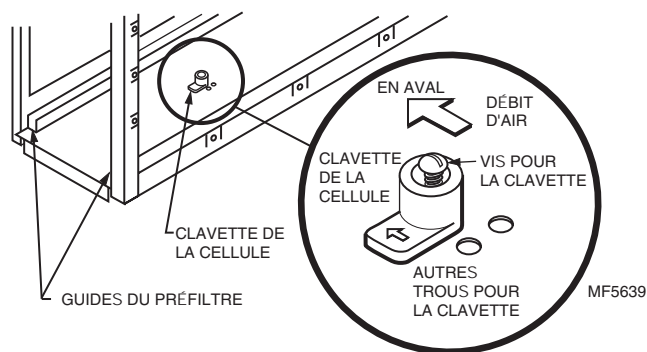

Fig. 7. La position de la clavette de la cellule détermine l'orientation de la cellule (la flèche de la clavette doit pointer vers l'aval).
2. Desserrer la vis qui tient la clavette de la cellule en place. Voir la Fig. 7.